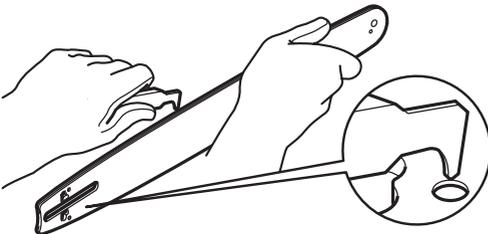

Fig. 37
3. Contrôlez le pignon d'entraînement (28). S'il est usé ou déformé, faites-le remplacer par un technicien agréé.
4. Enlevez les résidus du rail de guide-chaîne (12) à l'aide d'un tournevis, d'une raclette, d'une brosse métallique ou d'autres outils similaires. Ceci permet de garder ouverts les conduits d'huile pour assurer une lubrification adaptée du guide (12) et de la chaîne (13) (Fig. 37)